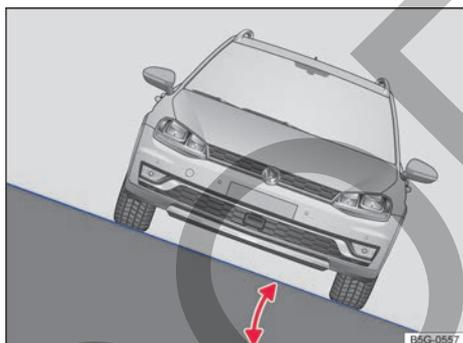

Fig. 122 Representación esquemática: ángulo de inclinación.
**Ángulo de inclinación** Valor del ángulo formado por el vehículo al subir una pendiente inclinado o en perpendicular respecto a la línea de caída sin que vuelque lateralmente (en función del centro de gravedad) → fig. 122.